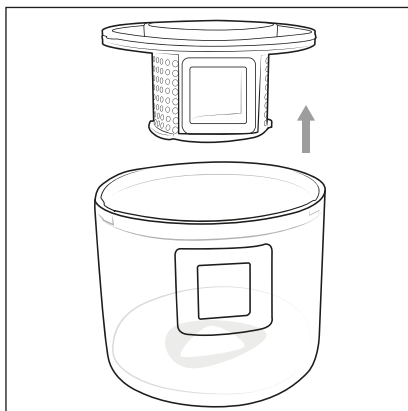

Fig. 6
- 3) Agarre a abertura do filtro de pó **6** e puxe-o para fora do reservatório de pó **4** (fig. 6).